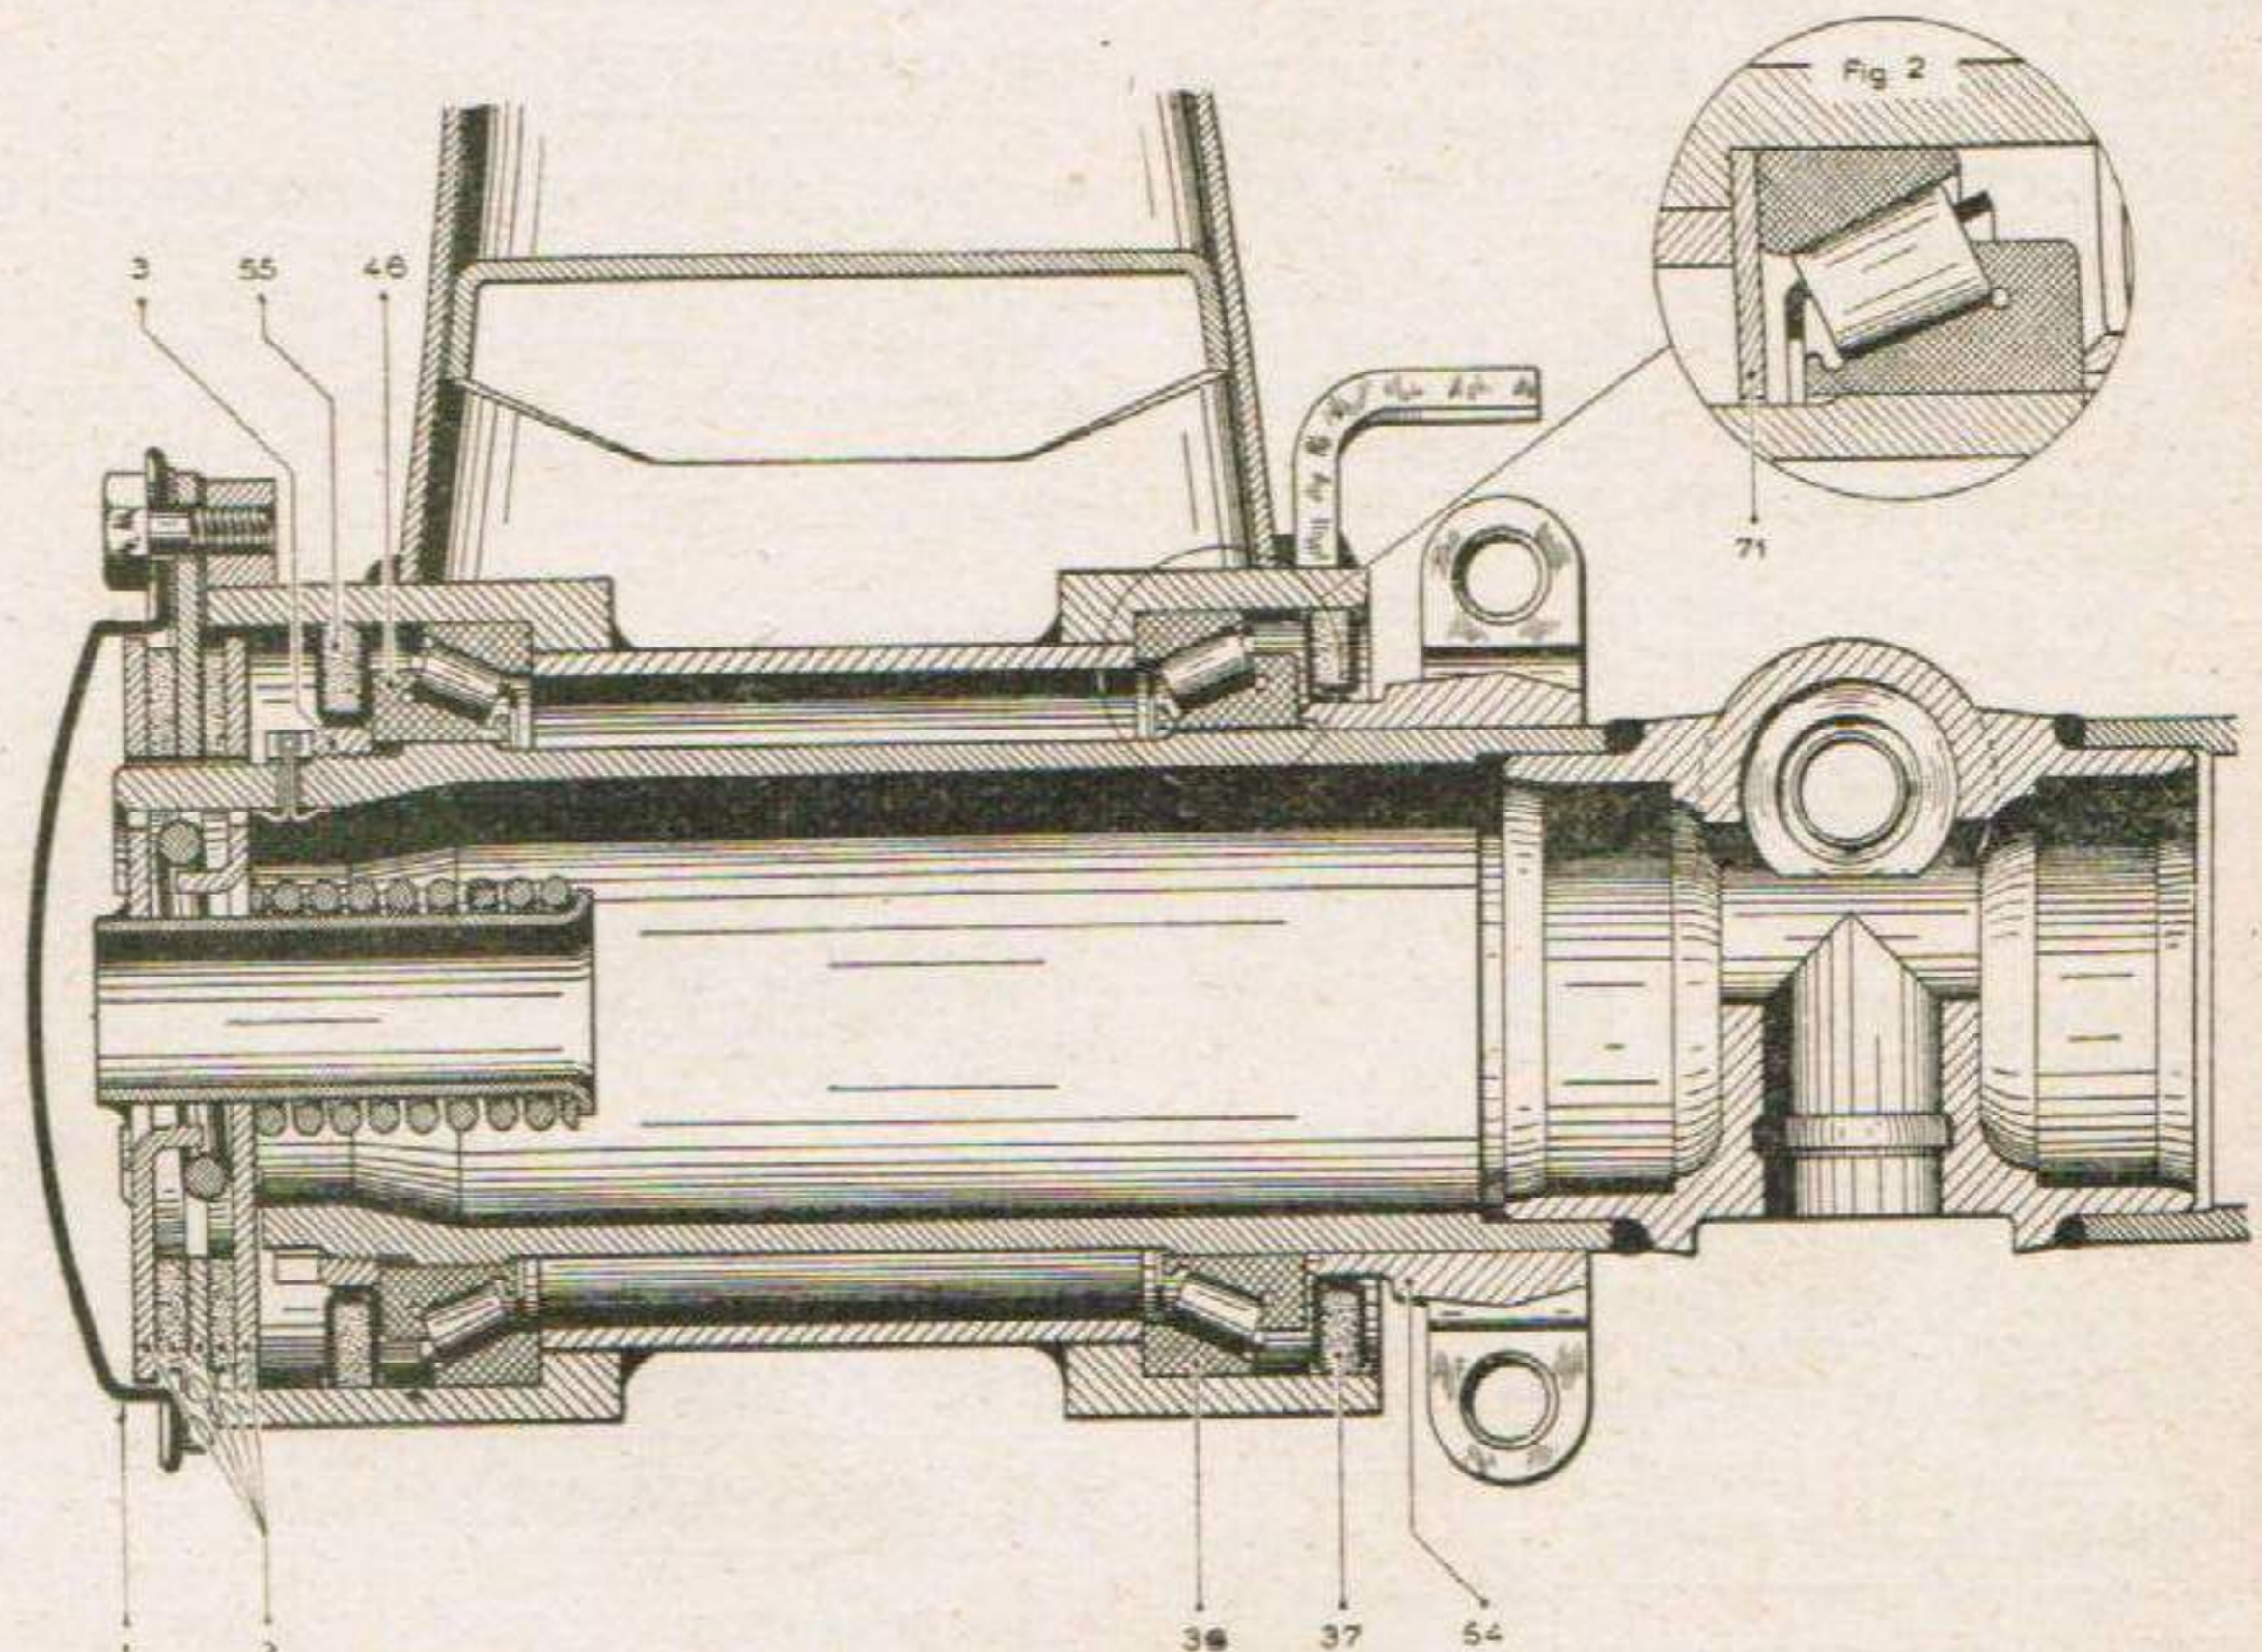

Fig. 35. — Coupe du moyeu d'un bras de suspension.
— Déposer le carter de protection (1) (figure 35), dégager le frotteur (2).
- Extraire, à l'aide d'un tournevis, la garniture feutre de la cage tôle du joint (37) (figure 35) (ceci pour permettre la prise de l'extracteur dans la cage du joint).
- Retirer le roulement (36) à l'aide d'un extracteur.
- Présenter le bras, mettre en place le roulement extérieur (46), à l'aide d'un tube.
- Visser et serrer l'écrou (3) (fig. 35) à 5 m/kg, pour assurer la mise en place des roulements.
- Desserrer ensuite l'écrou (3) pour le resserrer à 3-3,5 m/kg.
- Ecarter les branches de la goupille dans l'alésage de la traverse d'essieu (voir figure 35).
- Mettre en place le frotteur (2), en procédant comme suit :
- Monter le carter de protection (1), en intercalant un joint papier.
- Sortir la couronne extérieure du roulement (36) (figure 35) et, si elle existe, la rondelle (71).